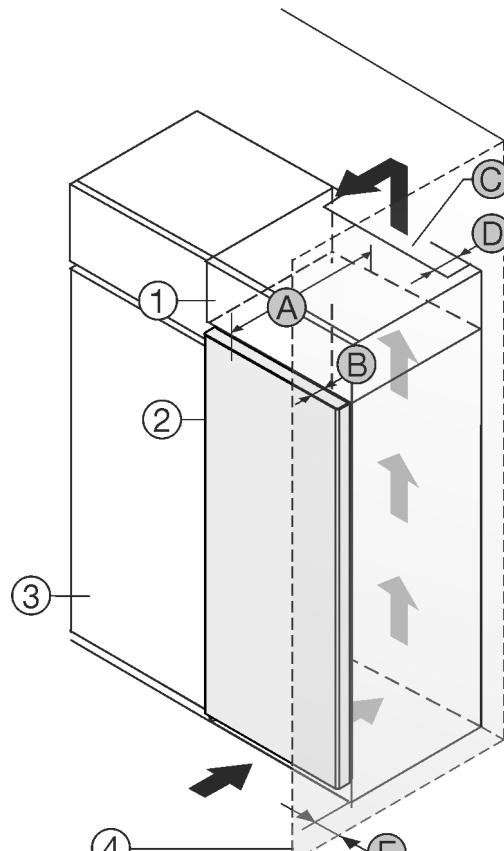

Fig. 1
Uredaj se može postaviti direktno uz kuhinjski element Fig. 1 (3).
Na stražnjoj strani visećeg ormara treba postojati otvor za odzračivanje dubine Fig. 1 (D) po cijeloj širini visećeg ormara.
Ispod stropa prostorije treba poštovati ventilacijski presjek Fig. 1 (C).
Kada se uređaj postavlja s okovima pored zida Fig. 1 (4), razmak između uređaja i zida mora iznositi najmanje 13 mm.
Kada se uređaj postavlja s okovima pored zida Fig. 1 (4), razmak između uređaja i zida mora iznositi najmanje 20 mm.